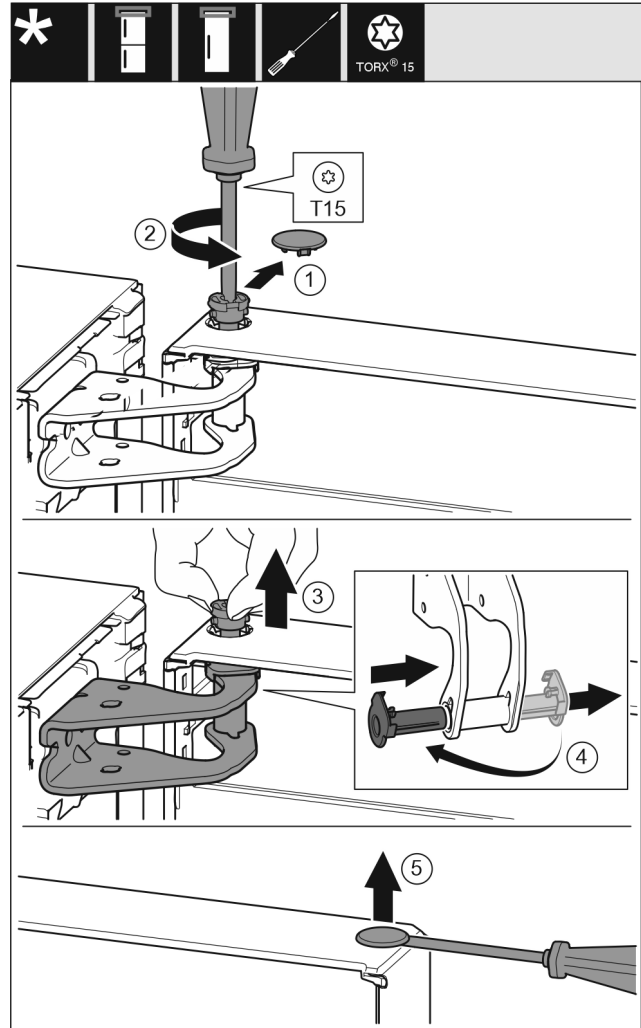

Fig. 12
- Ta försiktigt av blindlocket. Fig. 12 (1)
- Skruva ut bulten en bit med torxskruvmejsel T15. Fig. 12 (2)
- Håll fast dörren och dra ut bulten med fingrarna. Fig. 12 (3)
- Dra ut lagerbussningen ur hålen. Sätt in den från den andra sidan så att den går i lås med ett klick. Fig. 12 (4)
- Bänd försiktigt upp pluggarna från dörrlagerbussningen med en spårskruvmejsel och dra ut dem. Fig. 12 (5)